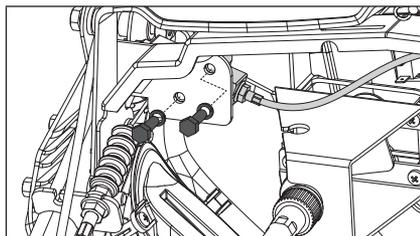

Figure 89
4. Retirez les deux boulons M6 x 20 et les rondelles de blocage de la plaque située sous le panneau de commande, près du levier de commande de la tarière. (Fig. 89)